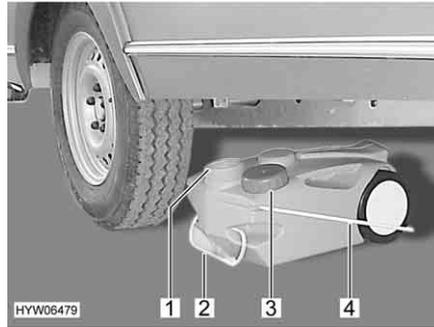

Fig. 167 Serbatoio delle acque grigie, mobile
- Chiudere l'apertura del serbatoio delle acque grigie (Fig. 167,1) con il coperchio (Fig. 167,3).
- Estrarre il serbatoio delle acque grigie tramite la maniglia (Fig. 167,2).
- Sollevare verso l'alto la maniglia da asporto (Fig. 167,4) e posizionare verticalmente il serbatoio delle acque grigie.